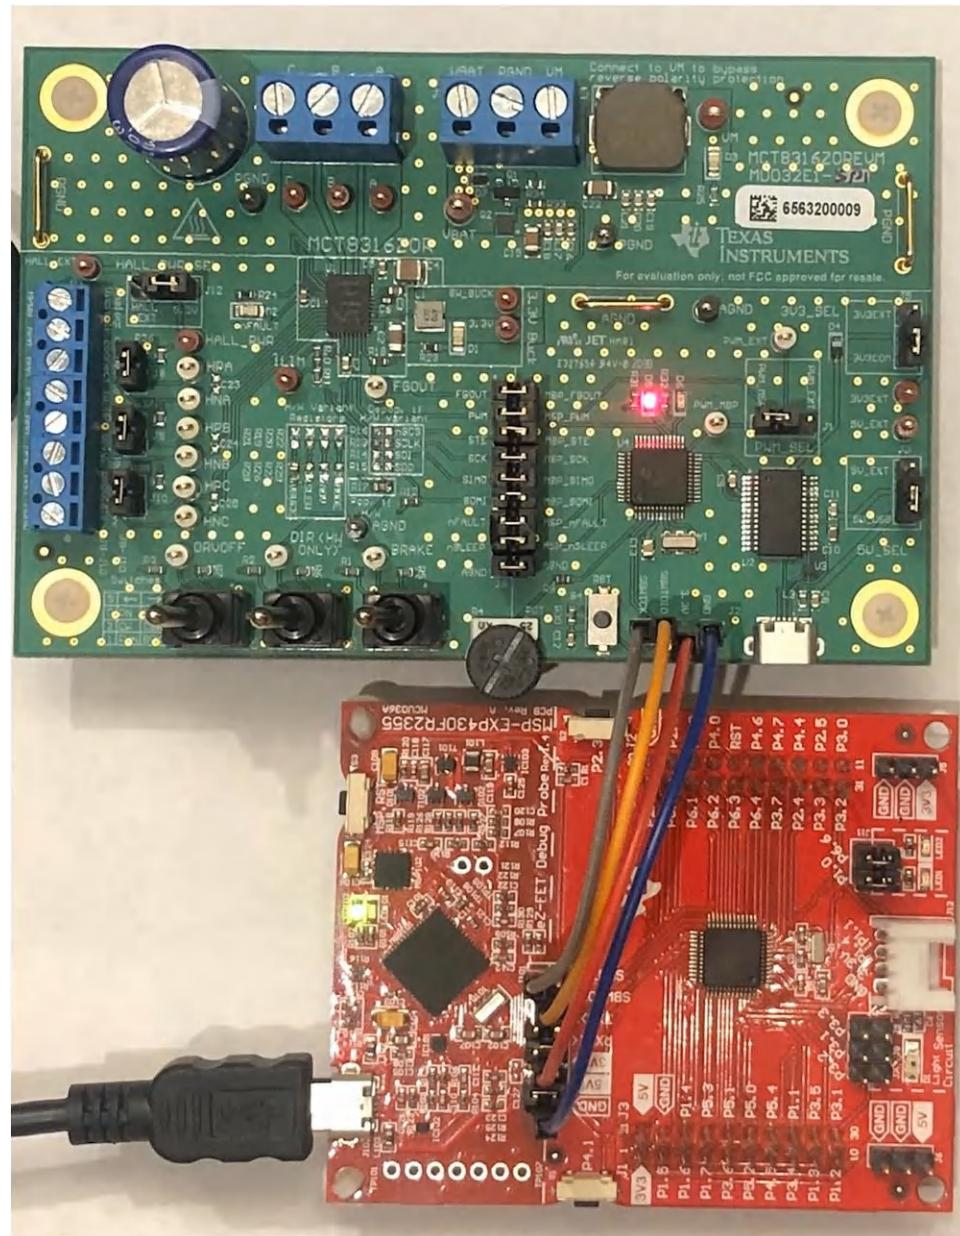

图 6-2. MSP430 LaunchPad™ eZ-FET 探针连接到 MCT8316ZTEVM
2. 将 GND、3V3、SBWTCK 和 SBWTdio 信号 LaunchPad eZ-FET 侧的顶部引脚连接到 MCT8316ZTEVM 的 J4 上的各自引脚，如表 6-1 和图 6-2 所示。